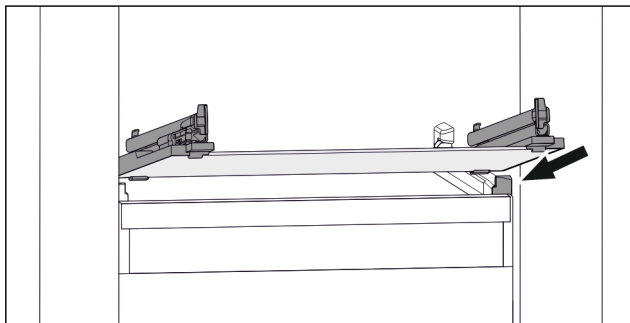

Fig. 79 Príklad zobrazenia sklenenej dosky
- ▶ Nasadte sklenenú dosku šikmo za záložkami. (pozri Fig. 79)